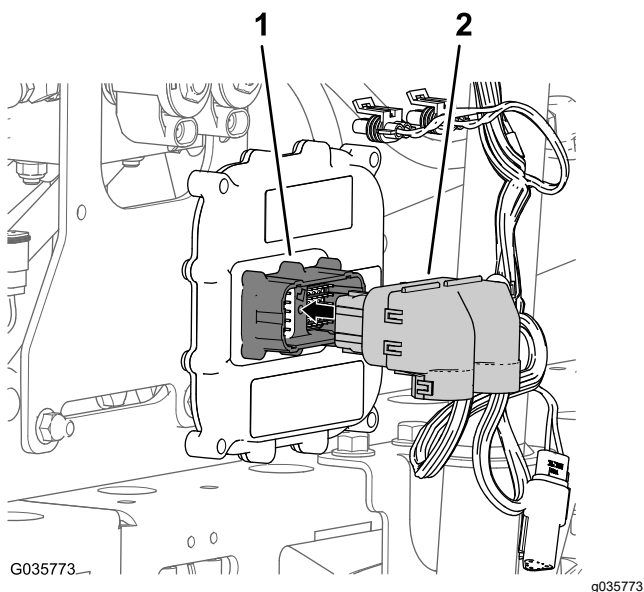

图 28
2. 将超声波喷洒臂线束的 50 插槽接头连接至电子控制器的 50 针接头并用内六角头螺丝固定接头**图 28**。